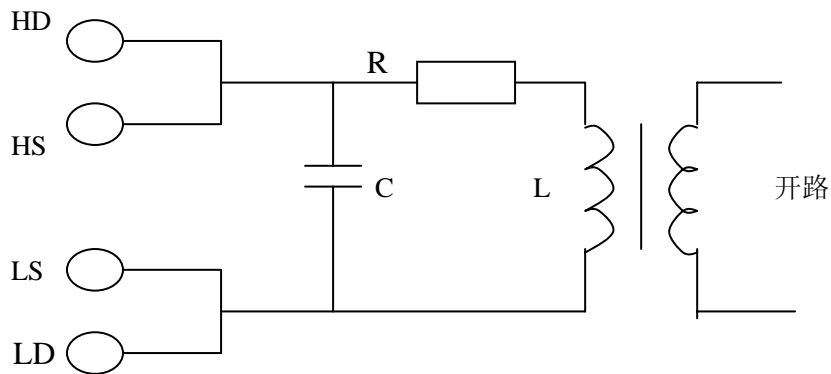
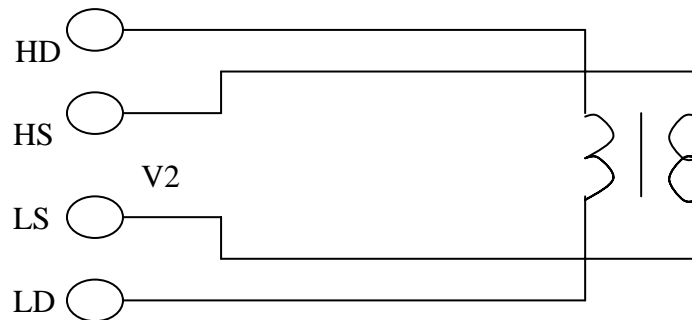

图 3-6 初、次级电感测量
图 3-10 次级电压测量
**初、次级电感量的测量。**使用图 3-6 的方法，可直接测量初级电感量 (L1) 和次级电感量 (L2)，注意测量时应使其他绕组开路，测量结果包括电容 C 的影响。
**匝比的测量：**TH2817 不能直接进行匝比的测量，需通过两步方可得到匝比，测量时将仪器显示状态设定为“V/I”，使显示器显示电压和电流值，首先按图 3-6 测量初级电压，记录下显示器 A 的电压读数 V1，然后 HD 与 LD 不动，将 HS 和 LS 接至次级，见图 3-10，记录下此时显示器 A 的读数 V2，根据  $N = V1/V2$ ，即可计算出匝比 N。